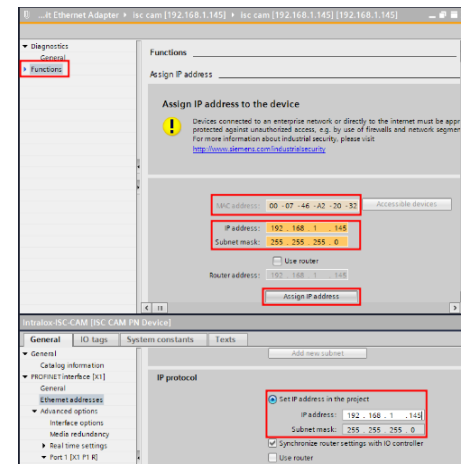

Figure 12: Setting IP Address for ISC CAM device
22. 选择左列中的“功能”(Feature)，见图12。
23. 请验证“MAC地址”与连接设备匹配，见图12。
25. 更改 IP地址以匹配项目所需 IP地址，见图12。
26. 为该设备提供正确的“子网掩码” (Subnet mask) ，见图12。
27. 点击“分配IP地址”，图12。